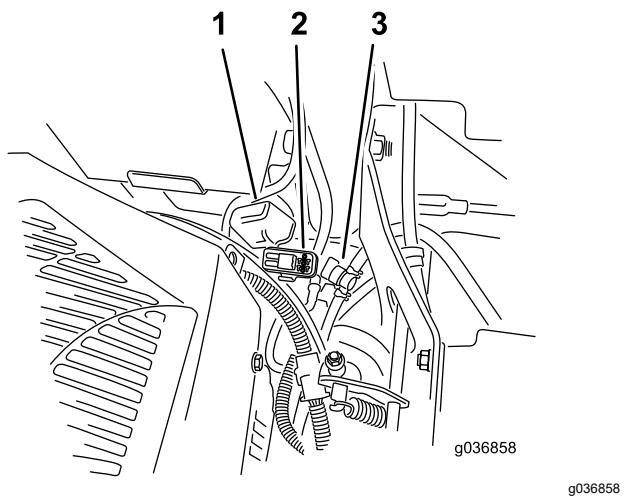

Figura 53
Os fusíveis encontram-se no lado direito da consola perto do banco (Figura 53).
- Instale um novo fusível (Figura 53).